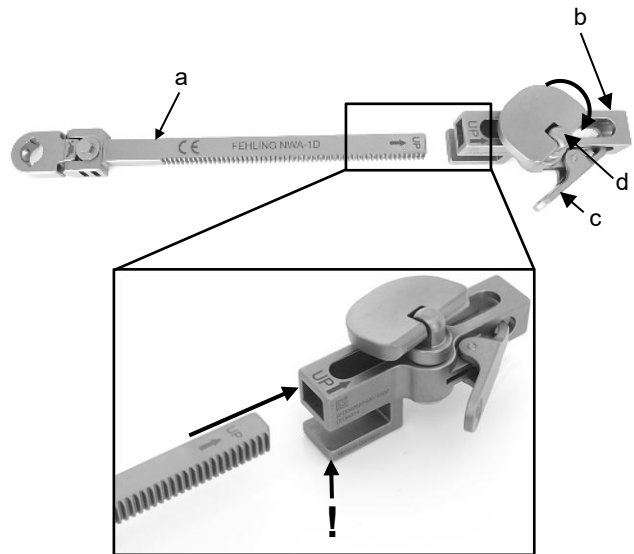

Fig. 22
Tanto la guía del gancho (a) como el carro de fijación (b) tienen un lado etiquetado como "flecha" y "ARRIBA". Antes de introducir la guía del gancho (a) en la corredera de fijación (b), asegúrese de que los dos lados marcados estén orientados hacia arriba. La guía del gancho (a) se introduce en la corredera de fijación (b) en la dirección indicada por la flecha (Fig. 22). La flecha en la corredera de fijación (b) se refiere exclusivamente a la introducción de la guía del gancho (a) y no al soporte del marco del separador.
**Importante:** El carro de fijación (b) debe alinearse de forma que su perfil en U quede abierto hacia el situs (Fig. 22).